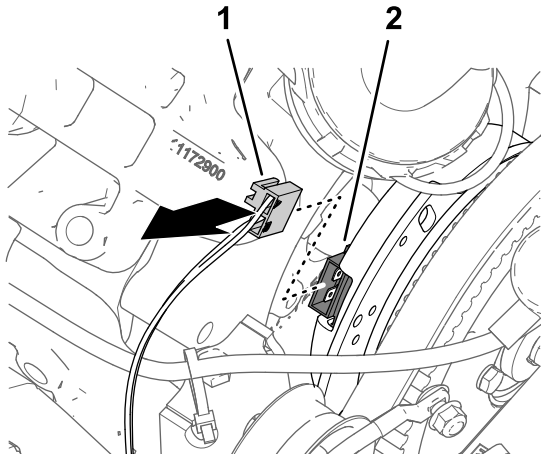

图 165
1. 从交流发电机的 2 针接头断开标有喷洒泵线圈的机器线束 2 插槽接头图 165。